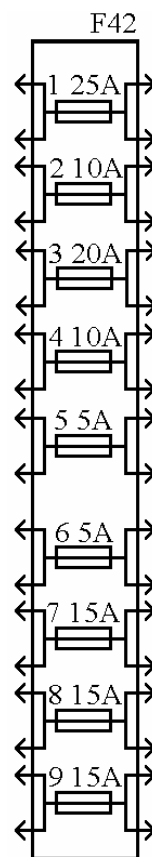

Рис. 14. Блок предохранителей в салоне правый.
4.8.1. Проверить предохранитель 6 (5 А) блока предохранителей F42 в салоне правый (рис.14), сняв боковую правую накладку панели приборов по ТИ 37.102.25199.20069 (см. КД 102.01199.00039).
4.16.1. Проверить предохранитель 2 (10 А) (рис.14) блока предохранителей в салоне правого F42, сняв боковую правую накладку панели приборов по ТИ 37.102.25199.20069 (см. КД 37.102.01199.00039).
4.21.1. Проверить предохранитель 5 (5 А) и 7 (15А) (рис.14) блока предохранителей в салоне правого F42, сняв боковую правую накладку панели приборов по ТИ 37.102.25199.20069 (см. КД 37.102.01199.00039).